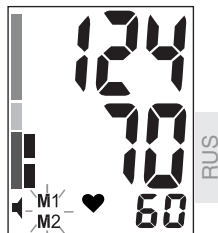

РИС.9
5. В конце измерения прибор выпустит весь воздух из манжеты, на дисплее отобразится результат измерения (рис. 9), продублированный голосовым сопровождением. Будет мигать M1/M2, напоминая, что для сохранения результатов нужно выбрать память 1 или 2, нажав M1 или M2 соответственно. Если в течение 3-х минут не выбрать память, результат не запомина-